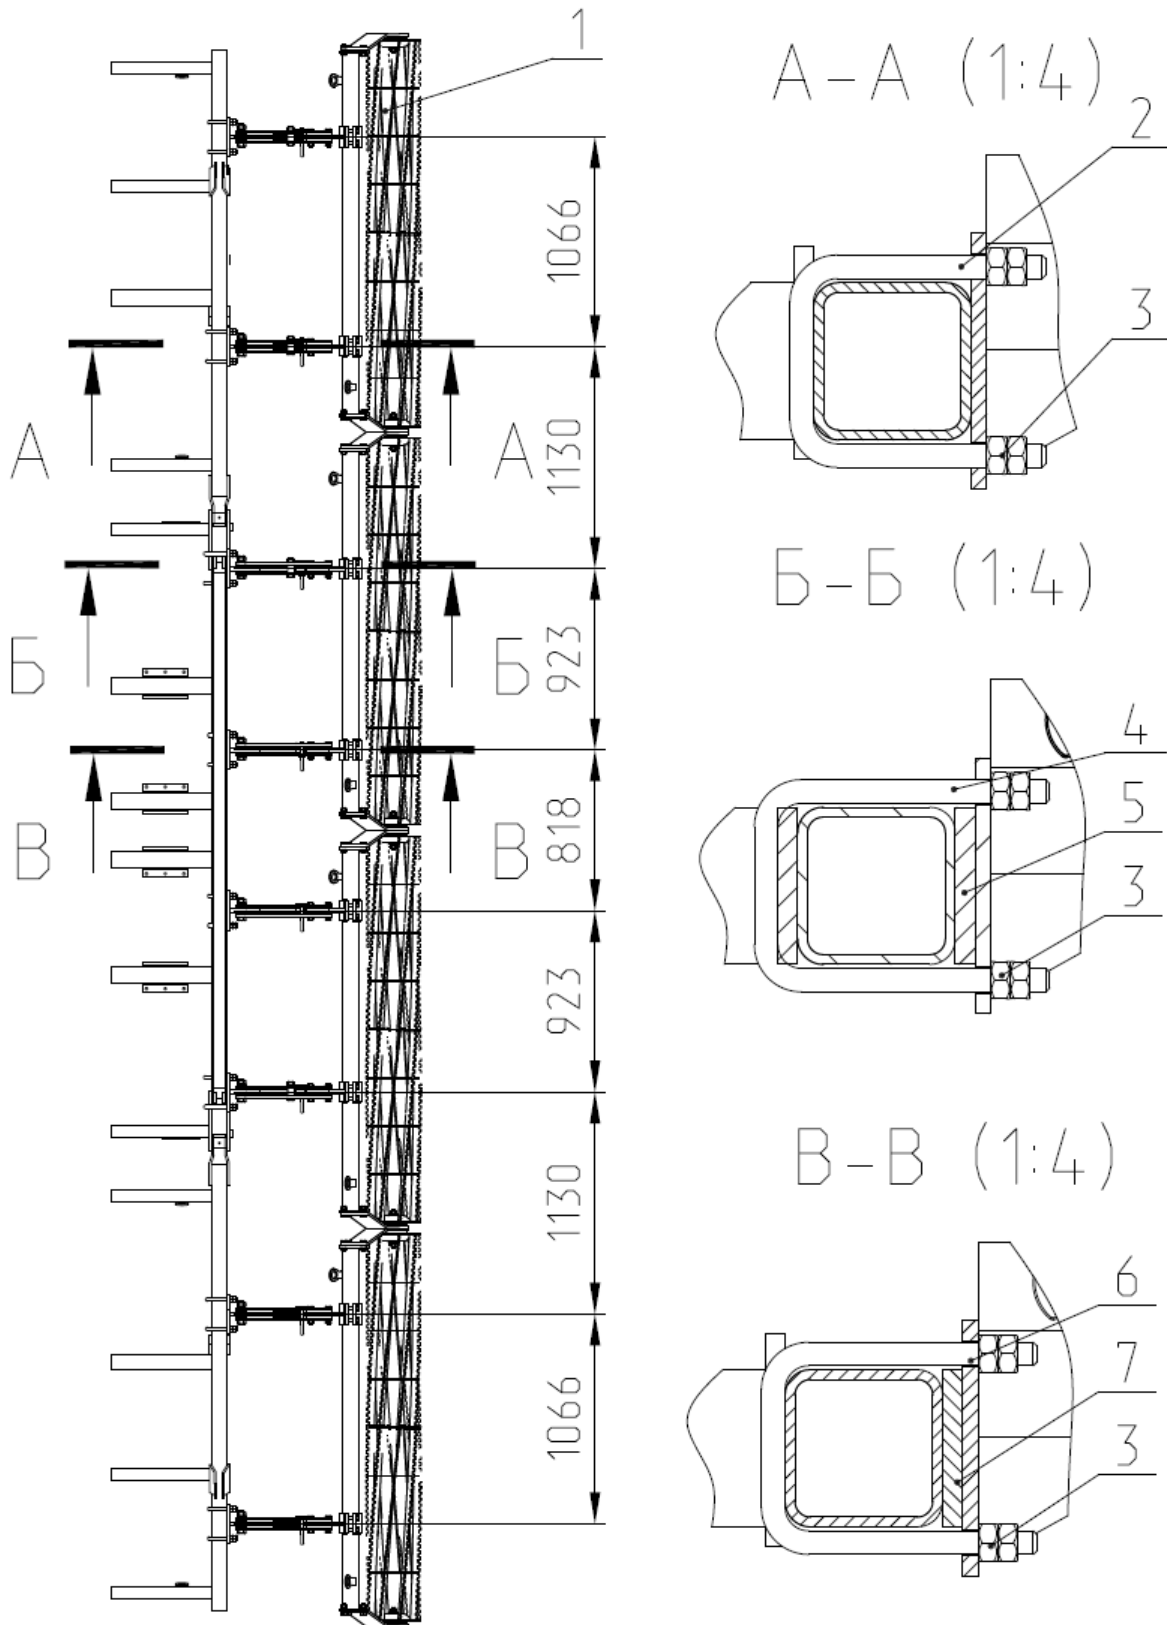

Рис.21 Комплект секций катков однорядных КСП 04.160.
2.18 Установка секций катков однорядных КСП 04.160 (Рис.21). Секции крепятся к центральной секции КСП 01.000 и к крыльям КСП 01.090 и КСП 01.090-01 закрепляются скобами 2,4 и гайкой 3.